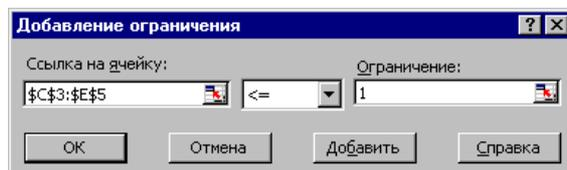

Рис.1.19. Добавление условия единичной верхней границы значений переменных двухиндексной задачи с булевыми переменными
- в окне "Поиск решения" добавить граничные условия, имеющие смысл ограничения значений переменных по их единичной верхней границе (рис.1.19).